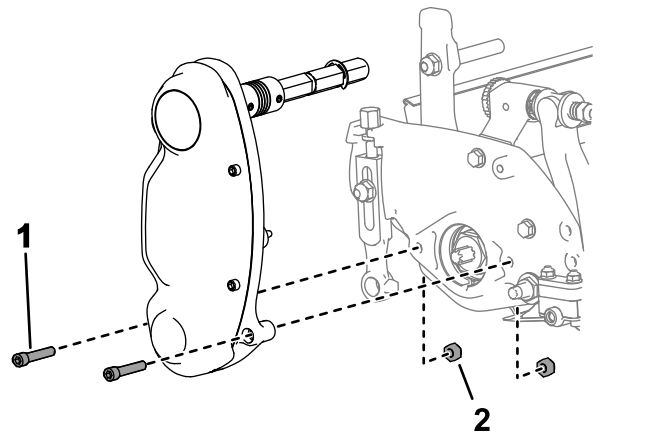

Bild 13
1. Entfernen Sie die Befestigungsmittel, mit denen die Spindeltriebsbaugruppe an der Seitenplatte befestigt ist (**Bild 13**).
2. Entfernen Sie die Muttern von der Innenseite der Seitenplatte (**Bild 13**).